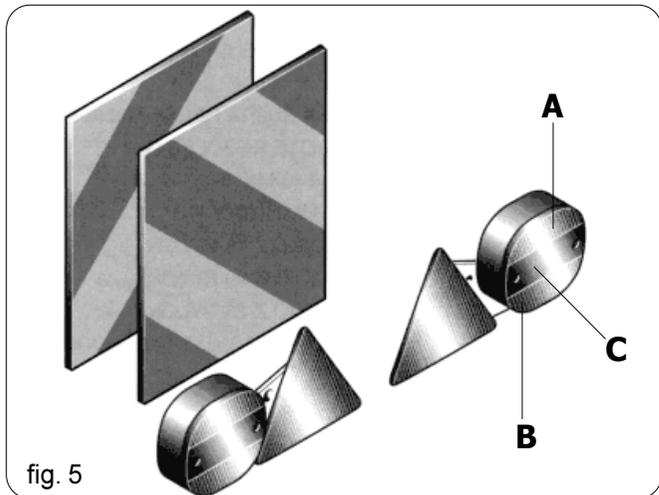

fig. 5
- 35) Qualora gli ingombri costituiti da attrezzature portate o semiportate occultino la visibilità dei dispositivi di segnalazione e di illuminazione della trattrice, questi ultimi devono essere ripetuti adeguatamente sulle attrezzature, attenendosi alle normative del codice stradale in vigore nel relativo paese. Accertarsi, quando in uso, che l'impianto luci sia perfettamente funzionante. Si rammenta inoltre che la corretta sequenza segnaletica dei fanali prevede (Fig. 5):
- 35) *When the dimensions of carried or partially-carried equipment conceal the tractor's signalling and lighting devices, these must also be installed on the equipment itself, in conformity with regulations of the highway code of the country involved. When in operation make sure that the lighting system is in perfect working order. It is also important to remember that the correct signalling sequence of the headlights includes (Fig. 5):
- 35) Wenn die geschleppten oder an dem Schlepper angebrachten Ausrüstungen und Geräte die Sichtbarkeit der Signalisierungs- und Beleuchtungsrichtungen des Schleppers verdecken, müssen diese Vorrichtungen auch an den Ausrüstungen angebracht werden, wobei die Vorschriften der im jeweiligen Anwendungsland geltenden Straßenverkehrs-ordnung zu beachten sind. Beim Gebrauch ist zu kontrollieren, daß die Anlage einwandfrei funktioniert. Nachstehend wird die korrekte Sequenz der Leuchten angegeben (Abb. 5):
- 35) Lorsque les encombrements constitués par des équipements conduits ou semiconduits cachent la visibilité des dispositifs de signalisation et d'éclairage du tracteur, ceux-ci doivent être reproduits de façon adéquate sur les équipements, en respectant les normes du code de la route du pays en question. S'assurer que l'installation des phares fonctionne parfaitement lors de l'utilisation. On rappelle en outre que la séquence de signalisation correcte des feux oit (Fig. 5):
- 35) Si las dimensiones de los aparatos cargados o semi- cargados no permiten la visibilidad de los dispositivos de indicación e iluminación de la motriz, dichos dispositivos deberán ser instalados adecuadamente sobre los aparatos en sí, ateniéndose a las normas del código del transito vigente en el País. Asegurarse, mientras viene utilizado, que la instalación de las luces se encuentre perfectamente en función. Se recuerda, además que la correcta secuencia de las indicaciones de los faros prevé (Fig. 5):